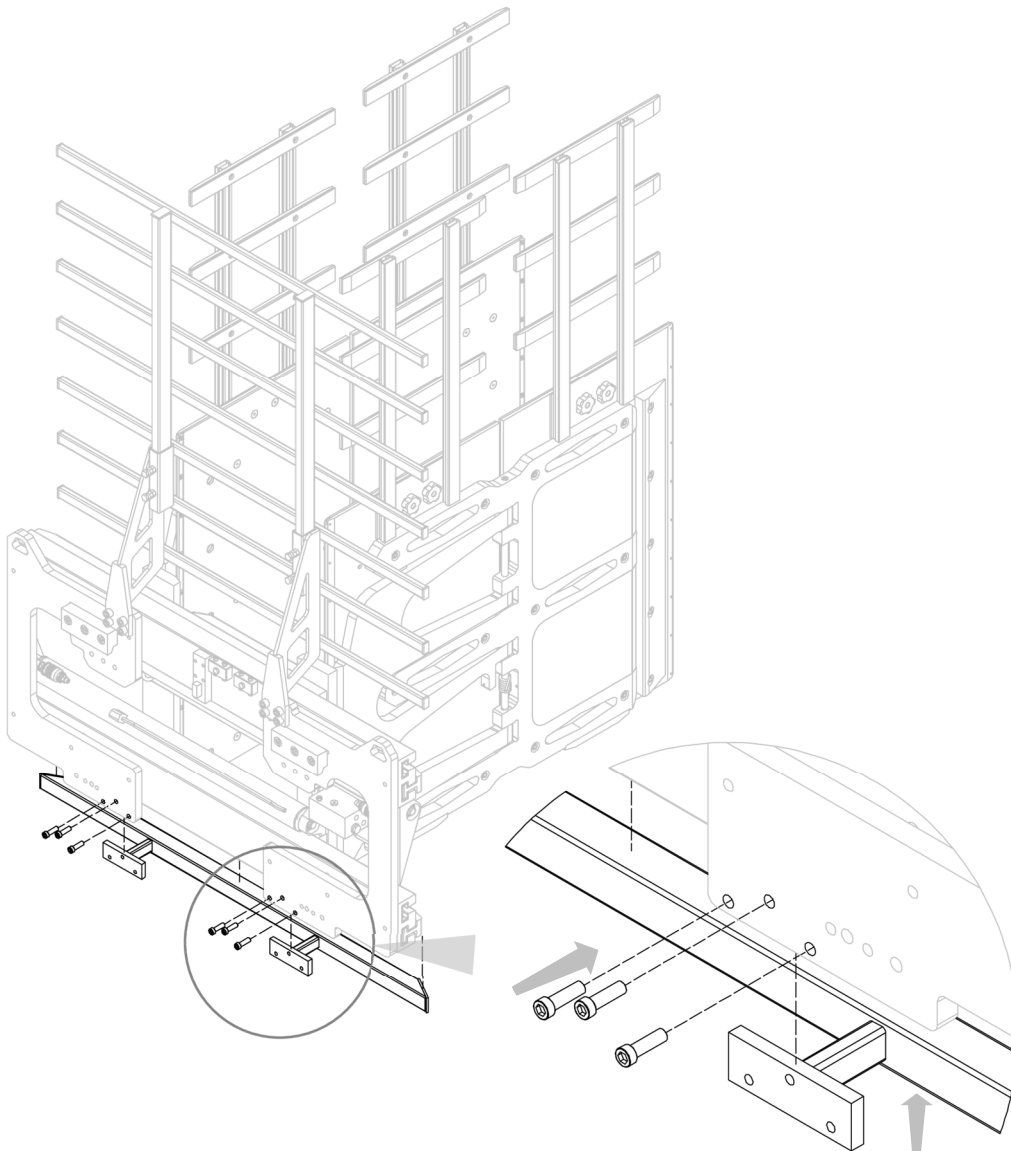

Figura 45
3. Montar el soporte de carga inferior utilizando los tornillos correspondientes (ver *Figura 45*).